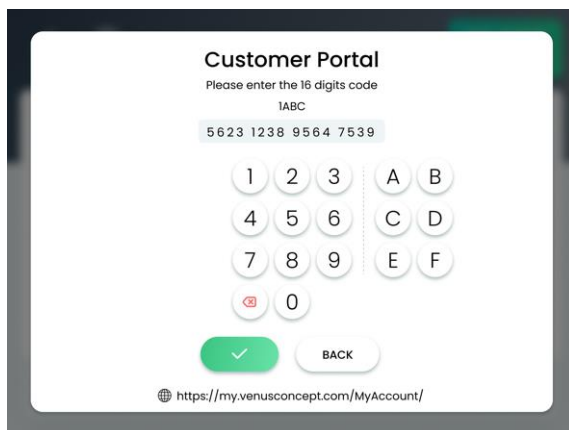

Figure 6-15. Écran Customer Portal (Portail client)
3. Dans l'écran Settings (Paramétrage), appuyez sur l'icône **Activate (Activer)**, illustrée dans le Tableau 6-1 ; l'écran du portail client apparaît, comme illustré à la Figure 6-15.